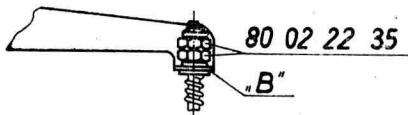

рис. 9
- Юстировка эластичной строчки проводится на юстировочном пункте «B» (рис. 9).